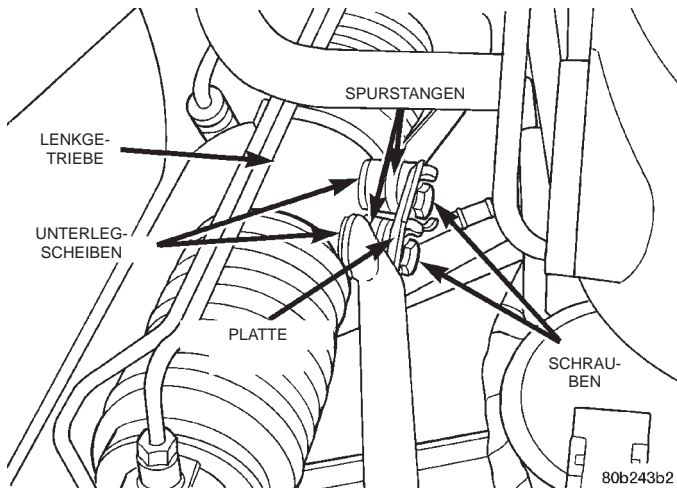

Abb. 24 Befestigungsschrauben der Spurstangen am Lenkgetriebe
(12) Schrauben, Platte und Unterlegscheiben (Abb. 24), mit denen die Spurstangen am Lenkgetriebe befestigt sind, ausbauen. Spurstangen oben auf der Getriebeglocke ablegen.